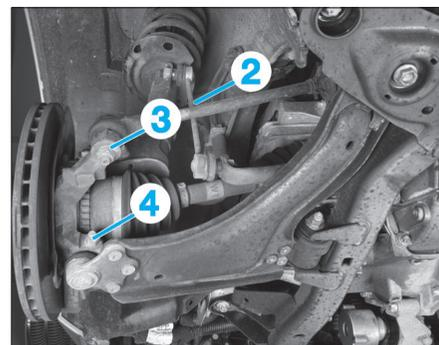

FIG. 6
- les biellettes de barre stabilisatrice sur le corps d'amortisseur (2) (Fig.6),
- les rotules de direction (3) sur le pivot,
- les rotules inférieures de bras de suspension (4) du pivot.
- l'écrou (3) de la rotule de direction et l'extraire du pivot à l'aide de l'outil [1] (Fig.6).
- le boulon de bridage (4) de la rotule inférieure et l'extraire du pivot à l'aide de l'outil [1].